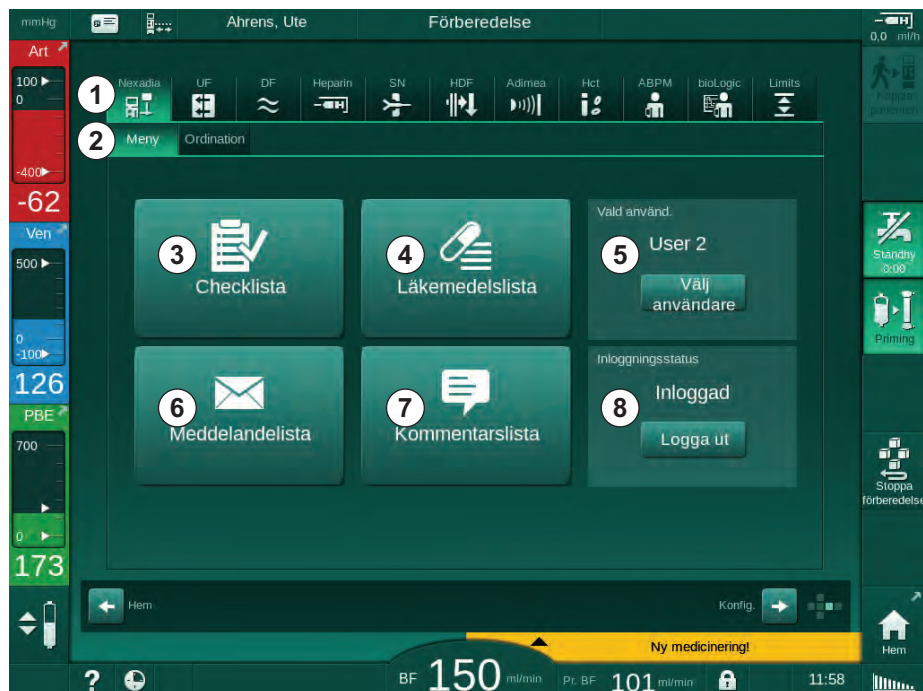

Bild 11-36 Nexadia-menyn på skärmen *Behandlingsdata*
Vid användning av Nexadia kan maskinen skicka och/eller ta emot information (t.ex. meddelanden, kommentarer och listor) mellan maskin och dataserver. Det finns också ett val av användare. Dessa funktioner hanteras i Nexadia-menyn. Den här menyn öppnas genom att man trycker på *Nexadia*-ikonen (Bild 11-36, ①) och *Meny*-knappen ② på skärmen *Behandlingsdata*.
1. Tryck på ikonen *Välj användare* i Nexadia-menyn (Bild 11-36 Nexadia-menyn på skärmen Behandlingsdata (308), ⑤).
1. Tryck på *Kommentarslista* i Nexadia-menyn (Bild 11-36 Nexadia-menyn på skärmen Behandlingsdata (308), ⑦).
1. Tryck på ikonen *Checklista* i Nexadia-menyn (Bild 11-36 Nexadia-menyn på skärmen Behandlingsdata (308), ③).
1. Tryck på ikonen *Läkemedelslista* i Nexadia-menyn (Bild 11-36 Nexadia-menyn på skärmen Behandlingsdata (308), ④).
1. Tryck på ikonen *Meddelandelista* i Nexadia-menyn (Bild 11-36 Nexadia-menyn på skärmen Behandlingsdata (308), ⑥).